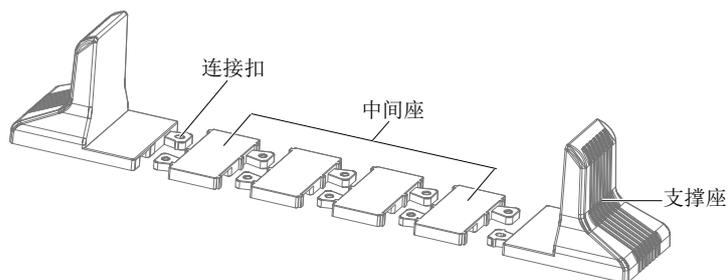

图2-8 安装带中间座的支撑座
2. 如需安装电池模块, 从电池模块附件中取出其他中间座, 将中间座和支撑座通过连接扣组装在一起, 如图 2-8 所示。